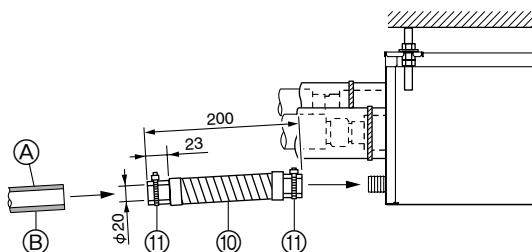

Fig. 8-1
- (1) Şube kutusundaki drenaj bağlantısına PVC yapışkanı (bulundığınız yerden temin edin) uygulayın ve bağlı drenaj hortumunu ⑩ bağlantısının üzerine gittiği kadar itin. (Fig. 8-1)
- (2) Bağlı drenaj hortumuna ⑪ sert bir PCV boru (VP-16, bulundığınız yerden temin edin) sokun, ikisini birlikte yapıştırıp sabitleyin. (Fig. 8-1)
- ⑪ VP-16 bulundığınız bölgeden temin edin
- ⑫ Isı yalıtımı
- (3) Bağlı drenaj hortumuna ⑫ bir bant ⑬ sarın. (Fig. 8-1)